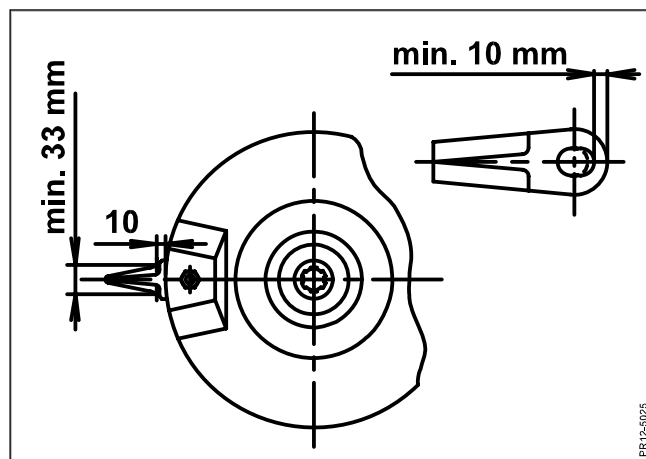

Fig. 6-5
- Fig. 6-5 Knivarna skall bytas ut om: